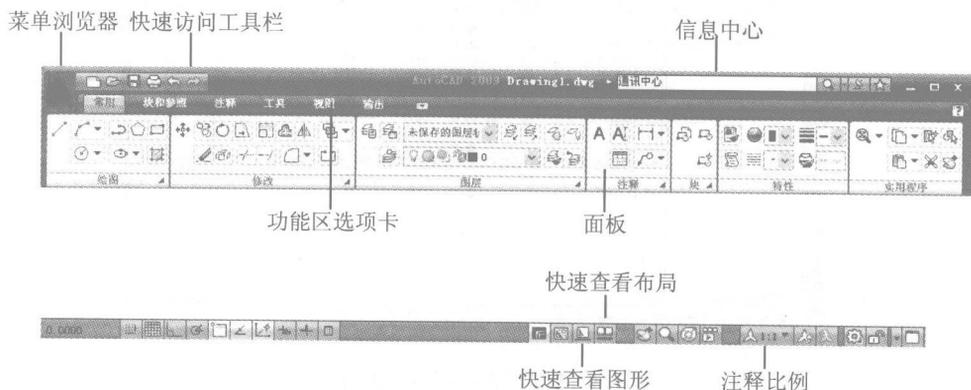

图 1-7 用户界面新功能
2) 在用户界面上设置了【菜单浏览器】、【快速访问工具栏】和【信息中心】，以及功能区选项卡和面板等，从而可以轻松地访问常用工具，快速搜索各种信息来源、访问产品更新、在信息中心中保存主题等。在状态栏中增加了绘图工具、导航工具、快速查看和注释比例工具，如图 1-7 所示。